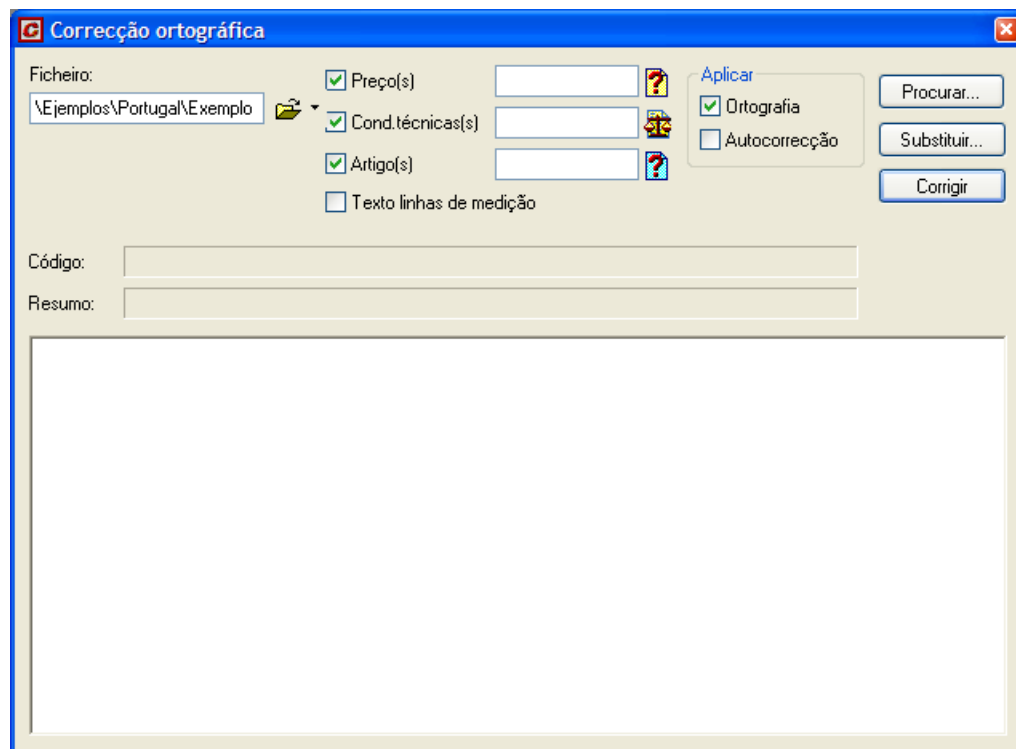

Figura 264. Janela de correcção ortográfica.
- Uma vez aberto o ficheiro, executaremos a função **Ferramentas>Ortografia, pesquisa ou substituição**, aparecendo uma caixa de diálogo como a que se mostra na Figura 264.